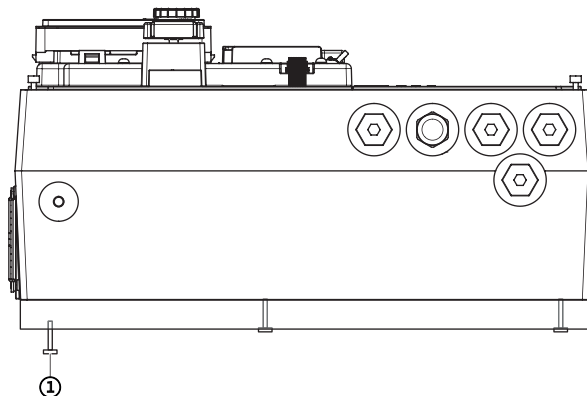

Fig. 115: Desfacerea plăcii de adaptare
6. Desfaceți șuruburile plăcii de adaptare de pe partea inferioară a modului electronic (Fig. 115, poz. 1).